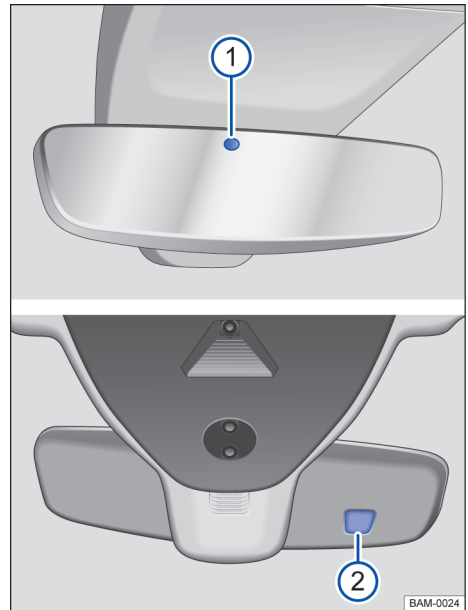

Fig. 96 No para-brisa: espelho retrovisor interno com antiofuscante automático. ▶
Com a ignição ligada, os sensores medem a incidência traseira → Fig. 96 ① e dianteira de luz ②.